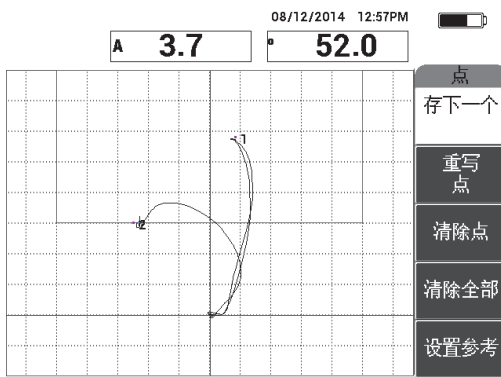

图 6-49 记录的第二个点
7. 慢慢地在第二个脱粘缺陷上滑动探头，然后按**存下一个** (A 键)，记录第二个点 (参见第 147 页的图 6-49)。